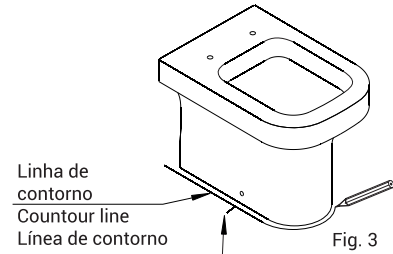
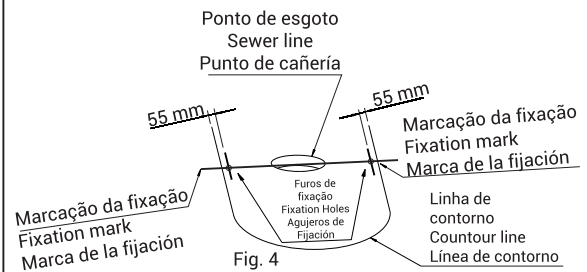

Fig. 3
Fig. 4
4 A FIXAÇÃO SP.124.01 (ACOMPANHA O PRODUTO). Posicione a bacia no local de instalação, trace no piso uma linha em todo o contorno da base da louça, marque também no piso a posição dos furos de fixação da bacia (Fig. 3). Retire a bacia e ligue as duas marcações referentes a fixação com uma reta. Medir 55 mm a partir da linha de contorno da bacia, sobre a linha de fixação e marcar. Furar o local demarcado com uma broca de 10mm e inserir a bucha S10C (item 1). (Fig. 4).
With the basin in its installation location, draw a line around the external lateral surface of the basin and mark the flooring according to the center of the fixing holes (Fig. 3). Remove the basin, extend the reference lines to the fitting holes, measure 55 mm in the direction of the sewer line and mark the floor (Fig. 4). Drill a hole at the demarcated location with a drill bit of 10mm and insert the S10C bushing (item 1). (Fig. 4).
Posicionar el sanitario en el local de instalación, diseñar una línea en el piso contornando toda la lateral externa del sanitario y marcar el piso de acuerdo con el centro de los agujeros de fijación (Fig. 3). Retirar el sanitario, prolongar las líneas referentes a los agujeros de fijación, medir 55 mm en dirección al punto de alcantarilla y marcar el piso (Fig 4). Romper el local señalado con un taladro de 10mm e introducir el buje S10C (item 1). (Fig. 4).